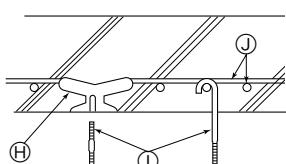

Fig. 2-5
- ② Betonarme yapılarda (Fig. 2-5)